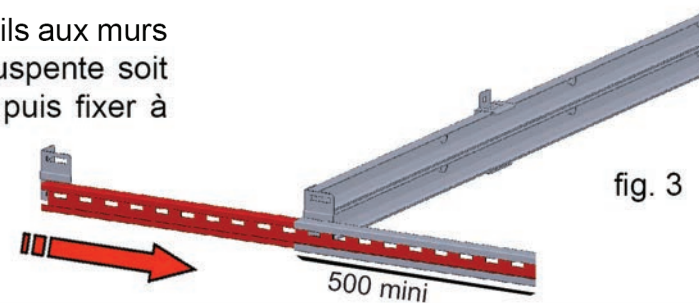

fig. 3
- Si vous avez choisi l'option de suspendre les rails aux murs de refoulement, il faut impérativement que la suspente soit emboîtée au minimum de 500 mm (voir fig. 3) puis fixer à l'aide de l'équerre sur le mur.